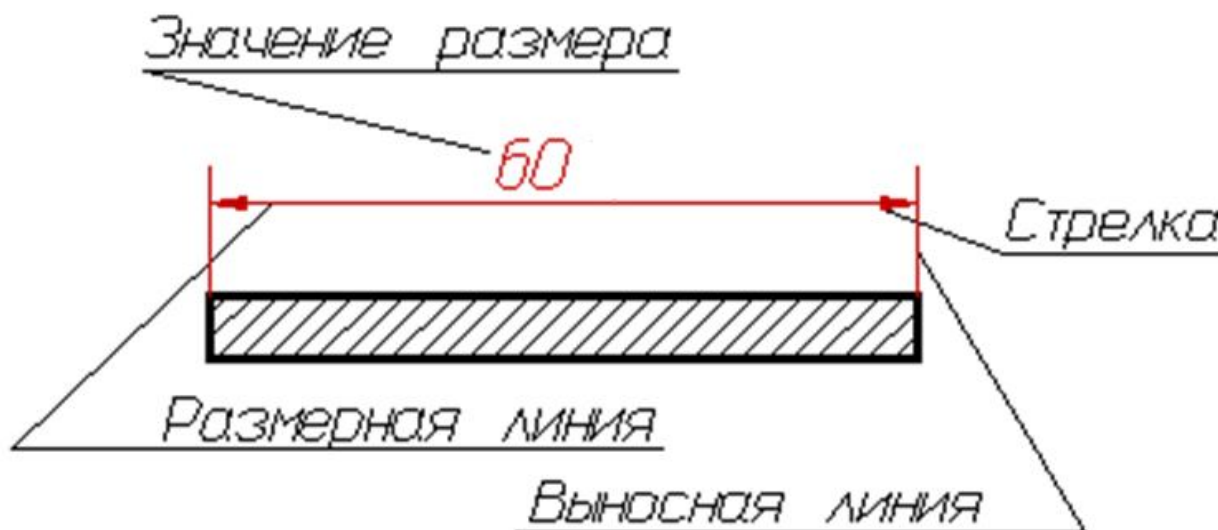

Рисунок 6
- 4 Выносные и размерные линии располагаются перпендикулярно друг другу (рис. 6);